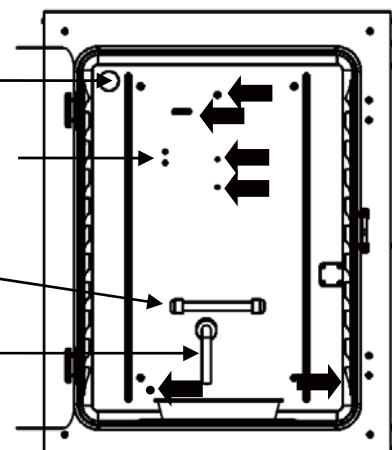

Fig. 2
Veillez à éviter tout contact du détergent dilué ou de l'eau avec le capteur de température, la prise d'injection de gaz CO₂, l'orifice d'admission de l'air prélevé, le palier de l'arbre du moteur du ventilateur et la sortie de l'air prélevé (repérée sur la Fig. 2 par ◀). En outre, ne lavez pas le capteur de température et la lampe UV avec du détergent. Cela peut entraîner un dysfonctionnement.
3. Retirez le capot du bac d'humidification (Fig. 2).